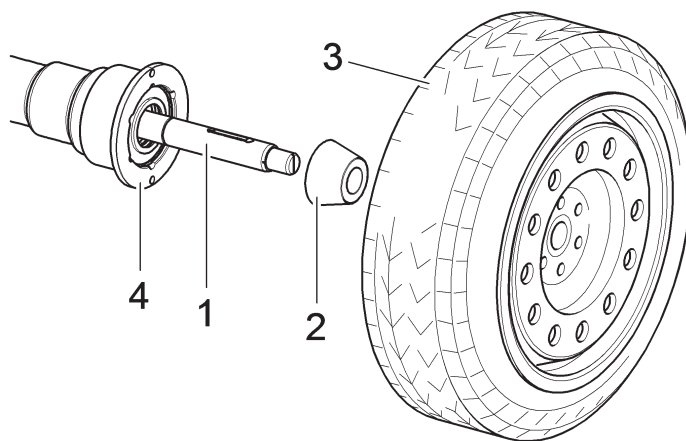

Fig. 37
1. Se il mandrino pneumatico è chiuso, aprirlo sollevando l'apposito pedale, vedi Fig. 37;